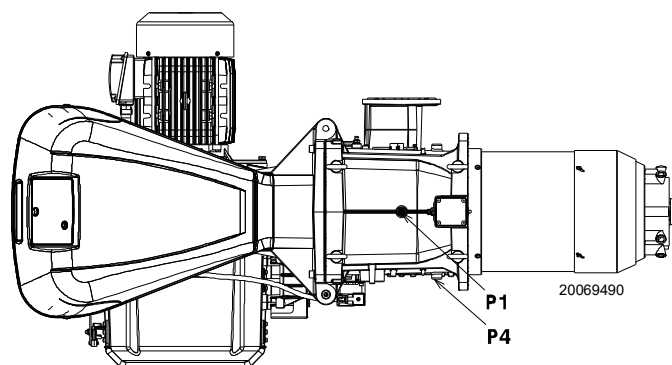

Рис. 22
Давление газа, измеренное на штуцере P1)(Рис. 22), с:
- вычитите из давления газа на штуцере P1(Рис. 22) давление в камере сгорания.
Давление газа на штуцере P1)(Рис. 22) = 58,1 мбара
Для того, чтобы узнать давление газа, необходимое на штуцере P1)(Рис. 22), определив МАКС. мощность, при которой должна работать горелка:
- Посмотрите справа в столбце 1 давление на штуцере P1)(Рис. 22).
необходимое давление на штуцере P1)(Рис. 22).